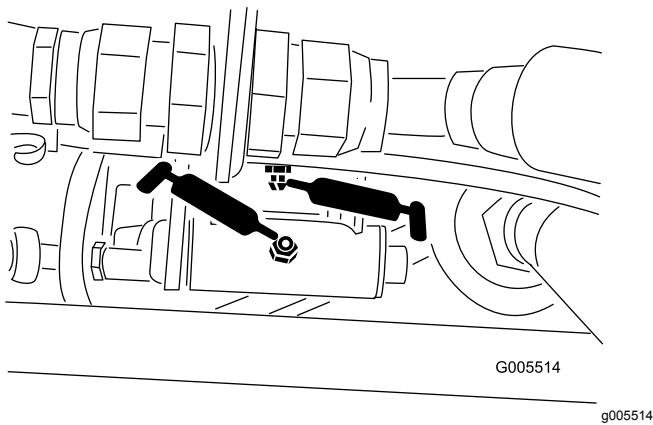
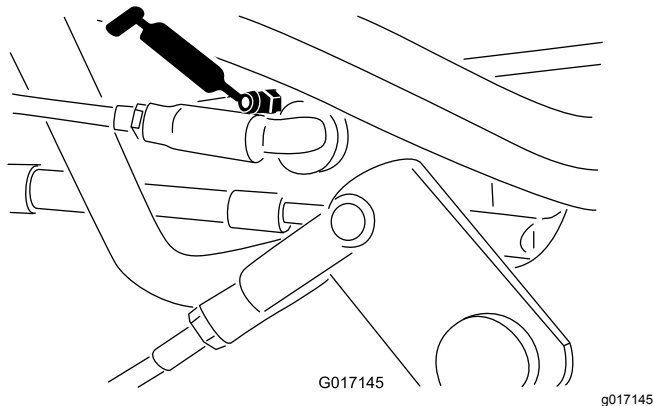

Bild 42
Bild 43
- Geschwindigkeitsgestänge (**Bild 42** und **Bild 43**).